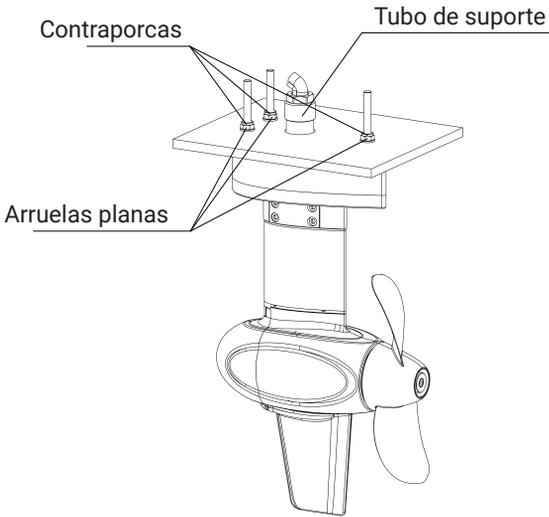

Figura 3-4
Passo 2: Segure o motor do sistema e insira os seus três parafusos (Sistema de Propulsão 1.0 & 3.0 são M8, Sistema de Propulsão 6.0 Evo é M10) e tubo de suporte nos furos em baixo do fundo do casco. Em seguida, bloqueie cada um dos parafusos do interior do barco com uma arruela plana e uma porca (Figura 3-4).